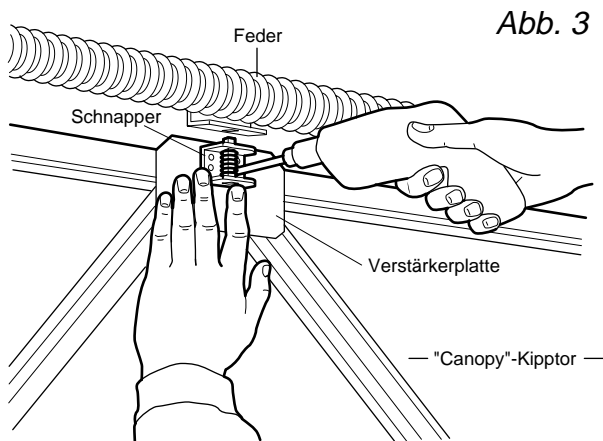

Abb. 3
- Alle Torverriegelungen abmontieren (Abb. 3).